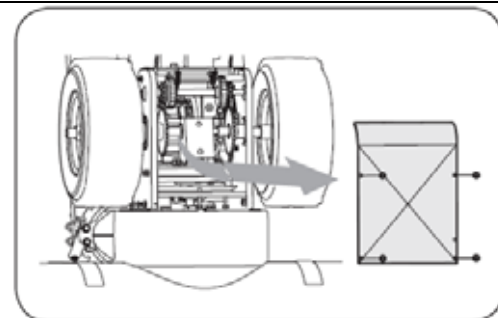

Рис. 27
1. На опрокинутом вперед снегоборщике ( убедитесь в том, что топливный бак осушен перед тем, как опрокинуть снегоборщик) отверните саморезы, крепящие кожух нижней части рамы и снимите кожух (См. Рис. 27).